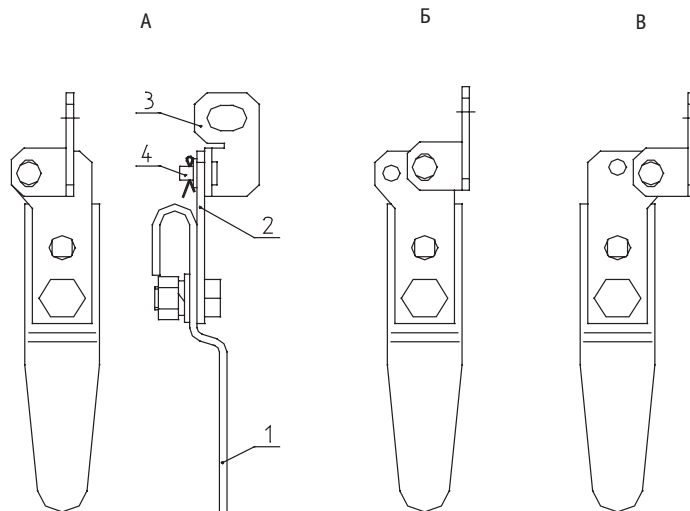

Рисунок 23
- Для вариантов ВЭ с механизмами фиксации собирать ручку с элементами блокировки (рис. 23). На ручку 1 установить планку 2, крепить болтами М10х20. На планку 2 установить уголок 3 при помощи оси 4. Стопорить шайбой и шплинтом.